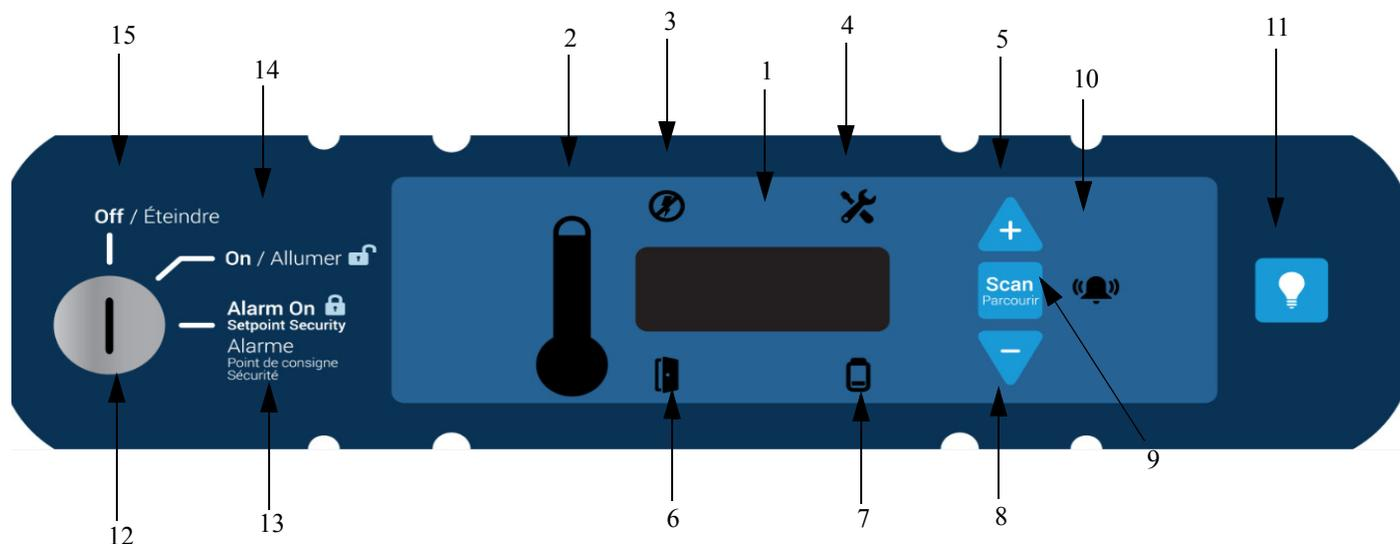

Figure 14. Panneau de contrôle du réfrigérateur
Le panneau de contrôle se situe en haut à droite de votre réfrigérateur. Vous pouvez utiliser les trois boutons (#5, #8 et #9 sur la *Figure 14*) pour modifier l'affichage de la température (1) ou modifier les points de consigne de température et d'alarme, comme cela est décrit dans la *Section 9.3*. L'affichage du thermomètre (2) fournit un témoin rapide de la température actuelle de l'armoire et des conditions d'alarme.